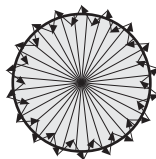

FIG.20
- Camine desde el exterior a través de la zona de cobertura hasta que la luz LED se ilumine aprox. durante 2 seg. (Ver FIG.20).